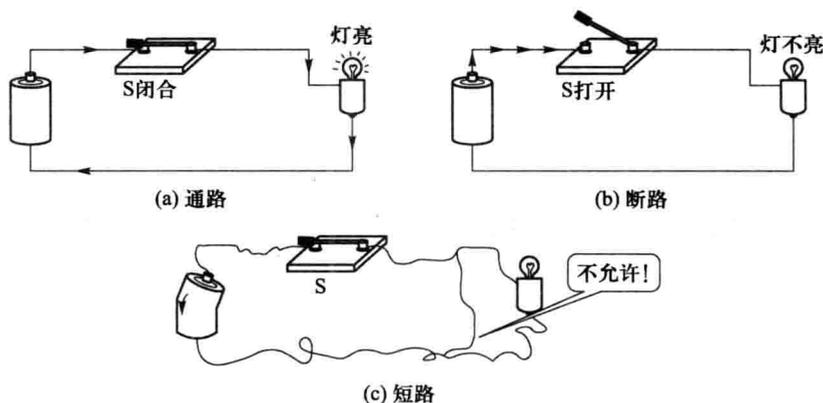

图 1.4 电路的工作状态
电路的工作状态有**通路、开路**和**短路**3种,如图 1.4 所示。
① **通路** 将开关 S 闭合,电路处于通路状态,如图 1.4(a)所示。**通路**是指正常工作状态下的**闭合电路**。此时,开关闭合,电路中有电流通过,负载能正常工作。正常发光的小灯泡、转动的电动机,都表明电路处于通路状态。
② **断路** 将开关 S 断开,电路处于断路状态,如图 1.4(b)所示。**断路**,又称**开路**,是指电源与负载之间**未接成闭合电路**,即电路中有一处或多处是断开的。此时,电路中没有电流通过。开关 S 处于断开状态时,电路开路是正常状态。但当开关处于闭合状态时,电路仍然开路,就属于故障状态,需要排除故障。
③ **短路** **短路**是指**电源不经负载直接被导线连接**。此时,电源提供的电流比正常通路时的电流大许多倍。严重时,会烧毁电源和短路内的电气设备。因此,电路不允许无故短路,尤其是不允许电源短路。电路短路的常用**保护装置**是**熔断器**。